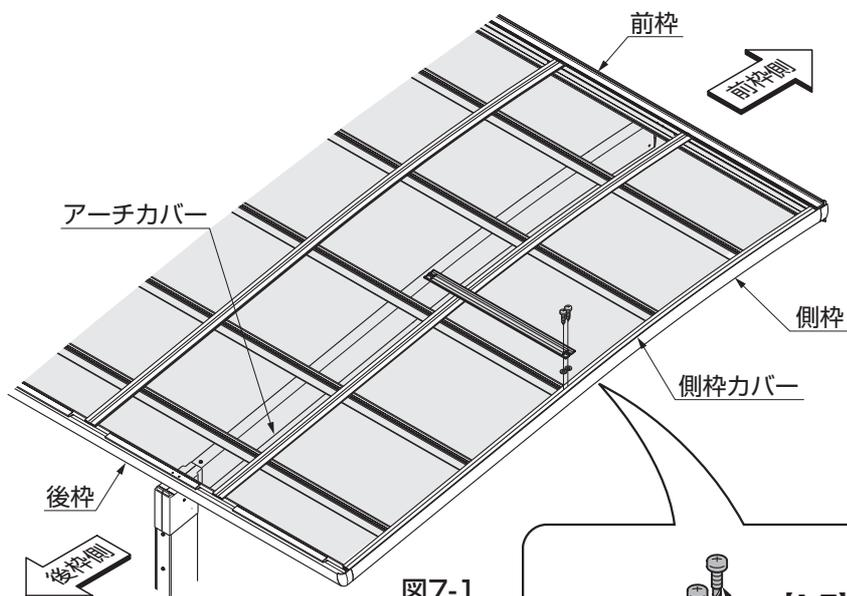

図7-1
①屋根材ホルダーを後枠側から数えて3本目の母屋の真上の位置に【1-7】で取付けてください。(図7-1参照)
- 取付け前に屋根材ホルダー下面に屋根材ホルダースパースーを貼付けてください。(端部：図7-1、中間：図7-3参照)